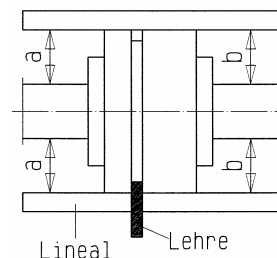

Figura 4 - Regolazione del giunto con calibro e righello
- Il gruppo è regolato correttamente, se un righello appoggiato assialmente sui due semi-giunti mostra la stessa distanza dal rispettivo albero su tutti i punti della circonferenza. I due semi-giunti devono inoltre avere la stessa distanza tra loro su tutta la circonferenza. Verificare tale condizione con una sonda, un calibro o un calibro a quadrante; vedere Figura 4 e 5.